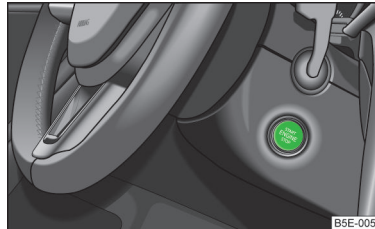

Abb. 118
- Den Motor abstellen bzw. die Zündung durch Drücken des Starterknopfes ausschalten » **Abb. 118**.
- Den Starterknopf » **Abb. 118** auf Seite 120 kurz drücken, die Zündung wird eingeschaltet.
- Den Starterknopf » **Abb. 118** auf Seite 120 kurz drücken - der Motor springt an.
- › Den Starterknopf  » **Abb. 118** auf Seite 120 kurz drücken, die Zündung wird ausgeschaltet.
- › Durch Drücken des Starterknopfes  » **Abb. 118** auf Seite 120 den Motor abstellen, gleichzeitig schaltet sich auch die Zündung aus.
- › Den Starterknopf  » **Abb. 118** auf Seite 120 für länger als 1 Sekunde oder zweimal innerhalb von 1 Sekunde drücken.